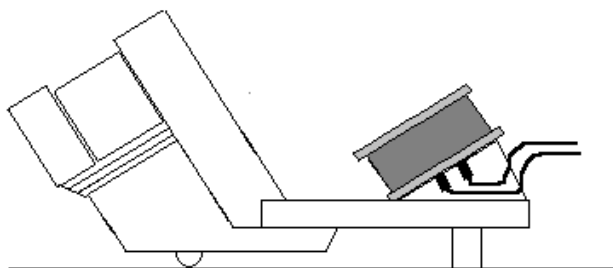

Fig. 2 Montagem da bobina adicional com suporte de tubo S (U185001)
- Colocar a bobina sobre a face inclinada do suporte de tubo S de modo que os conectores deslizem dentro da fenda prevista para tal (ver fig. 2).